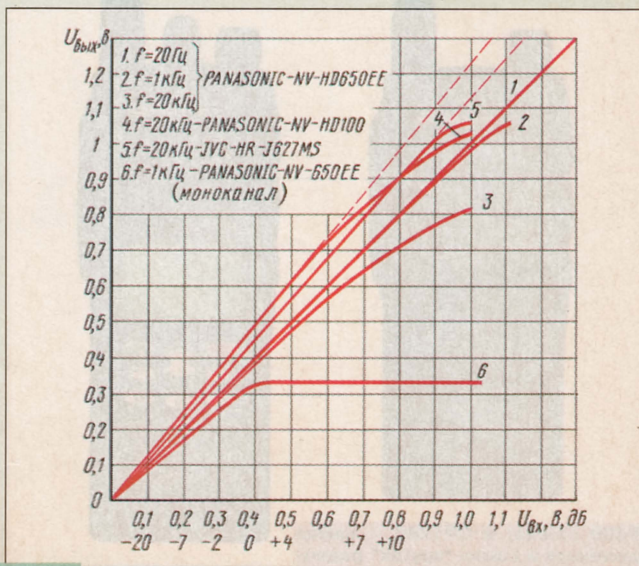

Рис. 7
По мнению автора, весьма наглядно оценивать показатели звуковой аппаратуры по ее амплитудным характеристикам для гармонических сигналов разных частот. На рис. 7 изображены такие характеристики сквозного тракта (записи/воспроизведения) некоторых стереозвуковых видеомагнитофонов. Условно можно разбить характеристики на три участка: нижний, средний и верхний. Наиболее трудно обеспечить неискаженную передачу сигналов на нижнем и верхнем участках. Следует заметить, что для так называемых "прозрачных" трактов характеристика представляет собой абсолютно прямую наклонную линию для всех звуковых частот (а лучше в интервале 0...100 кГц). Естественно, что такой аппаратуры не бывает. По верхнему участку характеристики можно определить и верхнюю границу динамического диапазона.
Коротко остановимся на установке уровня записи. На рис. 7 в децибелах по горизонтали указаны показания индикатора уровня записи видеомагнитофона PANASONIC—NV-HD650EE. По ним можно сделать вывод о возможности записи класса Hi-Fi при пиковых значениях сигнала -2...0 дБ. На практике при записи с проигрывателя компакт-дисков TECHNICS—SL-PG460A пиковые значения в основном располагаются в области более +10 дБ.
Значительно лучшие результаты показал видеомагнитофон JVC—HR-J627MS. Он, хотя и не имеет регулятора уровня записи, легче переносит пиковые уровни компакт-диск-проигрывателей, однако для получения высококачественной записи приходилось уменьшать выходной уровень проигрывателя до -2...-8 дБ в зависимости от диска. Кривая 6 на рис. 7 представляет собой сквозную характеристику линейного (МОНО) тракта видеомагнитофона PANASONIC—NV-650EE на ленте PANASONIC—SP-E-180 для стандартного режима (SP) на частоте 1 кГц. Пологий участок возникает из-за работы системы АРУЗ, поэтому неудивительно, что одна и та же запись по линейному каналу обычно звучит значительно тише, чем по Hi-Fi.